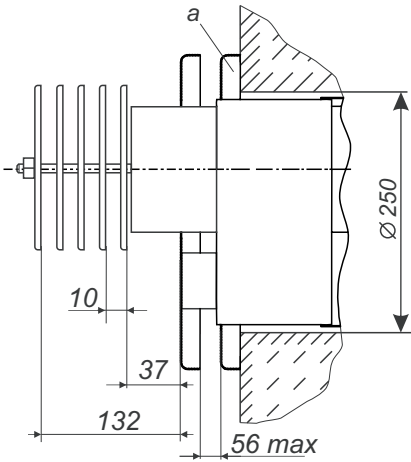

Рис. 3. Встановлення дисків димоповітряного блоку для апаратів потужністю 10-15 кВт
1 - входний патрубок підведення води в другій контур; 2 - газвий клапан; 3 - термоіндикатор; 4 - стаканчик для установки балона терморегулятора і термоміндикатора; 5 - датчик перегріву; 6 - вихідний патрубок другого контуру; 7 - патрубок підключення газу; 8 - димоповітряний блок (докладніше рис. 3, 5, 5а); 9 - патрубок відводу води в систему опалення; 10 - місце установки ТЕНа (ТЕН в комплекті апарата не входить); 11 - патрубок подачі води з системи опалення; 12 - оглядове вікно; 13 - запальник; 14 - основний пальник
6.3.1. В зовнішній стіні будинку, згідно з рис. 2, пробити горизонтальний канал діаметром 190 мм для апаратів потужністю 5-7 кВт, 250 мм для апаратів потужністю 10-15 кВт (рис. 3; 5). При цьому необхідно врахувати, що для забезпечення установки та зняття апарата, а також для зняття та установки газопальникового пристрою перед фронтом апарата на відстані **не менше 1 м від стіни** не повинно бути ніяких будівельних елементів або стаціонарно встановленого обладнання.
Для апаратів потужністю 10-15 кВт на виступаючий газохід зовнішній установити набір дисків. Закріпити диск "а" до зовнішньої стіни і відрегулювати їх (рис. 3).